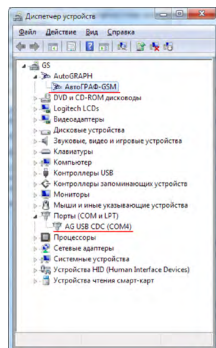

Рис.5
6. Аналогичным образом следует установить драйверы для устройства AutoGRAPH CDC. На этом установка драйверов для устройства АвтоГРАФ-WiFi GSM+ завершена. Прибор готов к работе с ПК (Рис.5).